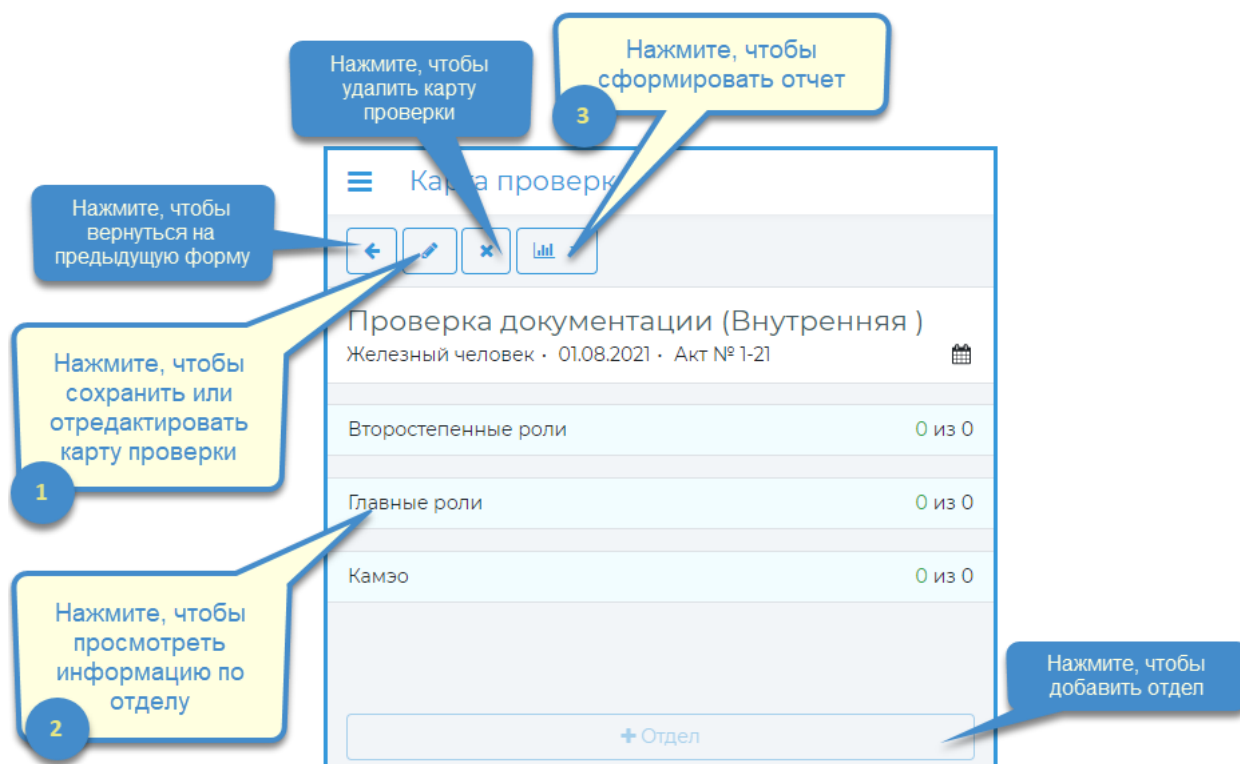

Рисунок 142 – Экран «Список отделов» карты проверки в мобильной версии
- Экран «Штрафы» (Рисунок 142), содержащий информацию о штрафах, выявленных при проведении внешних проверок.
- Экран «Список отделов» (Рисунок 142), содержащий перечень добавленных отделов с отображением количества устраненных и всех нарушений в каждом отделе, а также кнопку добавления нового отдела.